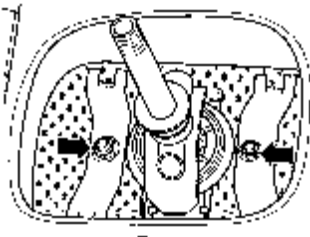
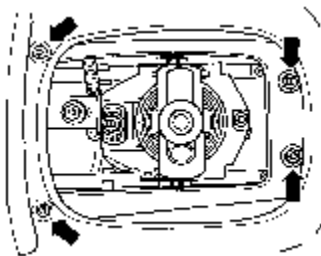

图 9-17 拆卸橡皮护板
图 9-18 换挡机构罩壳紧固螺母
(2) 旋下换挡机构罩壳的橡皮护板（图 9-17 中箭头所示），旋下换挡机构罩壳的每一只紧固螺母（图 9-18 中箭头），随后把换挡手柄连同防尘套一起旋下。